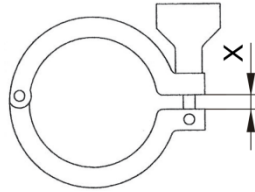

Abb. 1
- ⇒ Klemme nur in einwandfreiem Zustand montieren (Abb. 1).
- ⇒ Auf Spalt X und parallele Lage der Schenkel achten (Abb. 1).